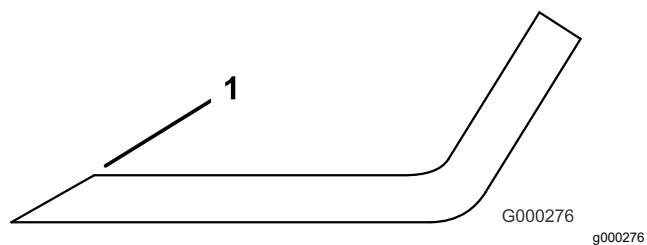

Рисунок 128
- Проверьте режущие кромки всех ножей и заточите их, если они затупились или имеют зазубрины (Рисунок 128).
Примечание: Чтобы ножи всегда оставались острыми, затачивайте только верхнюю сторону режущей кромки и сохраняйте первоначальный угол заточки (Рисунок 128). Балансировка ножа не